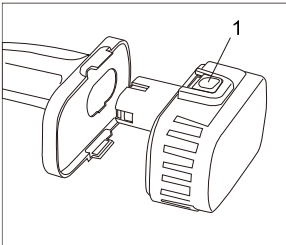

Рис. 1
Для отсоединения аккумулятора от корпуса шурупверта, нажмите на кнопки фиксации (1), расположенные на аккумуляторе, а затем извлеките аккумулятор (Рис. 1). Для подсоединения нового аккумулятора к корпусу шурупверта, достаточно просто вставить аккумулятор в инструмент. В случае корректной установки аккумулятора кнопки фиксации автоматически защелкнутся, издав при этом характерный “щелчок”.